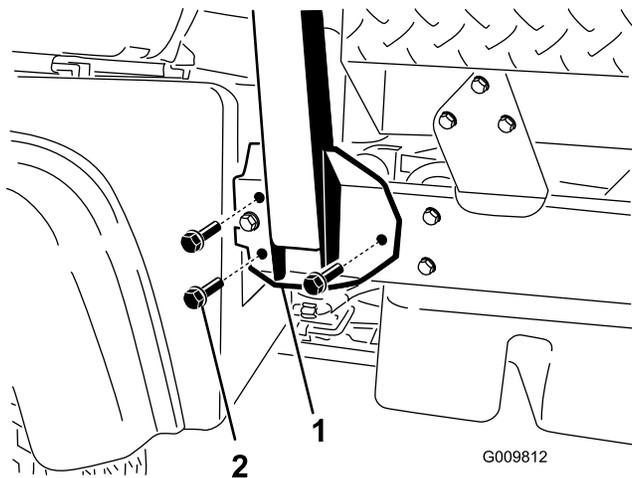

図4
1. ROPSの各サイドについている穴を、図4のように車両フレーム側面の取付け穴に揃える。